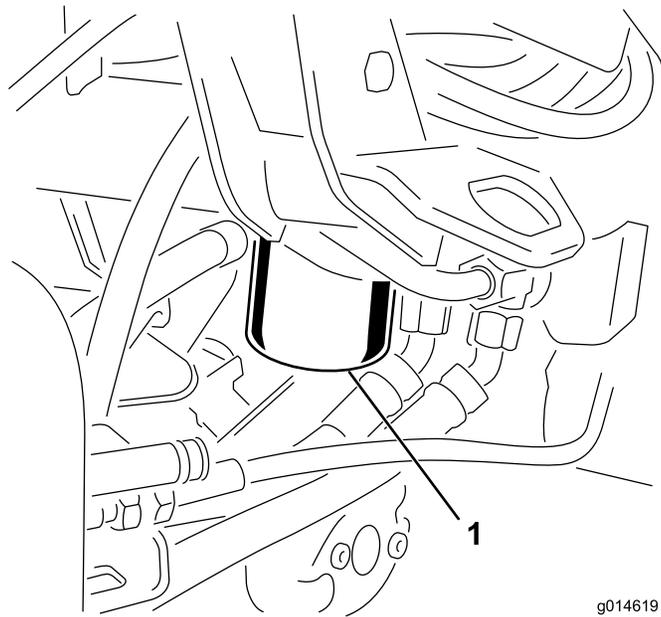

図 42
1. フィルタ容器の周辺をウェスできれいにぬぐう 図42。フィルタの下に廃油受けを置いてフィルタを外す。